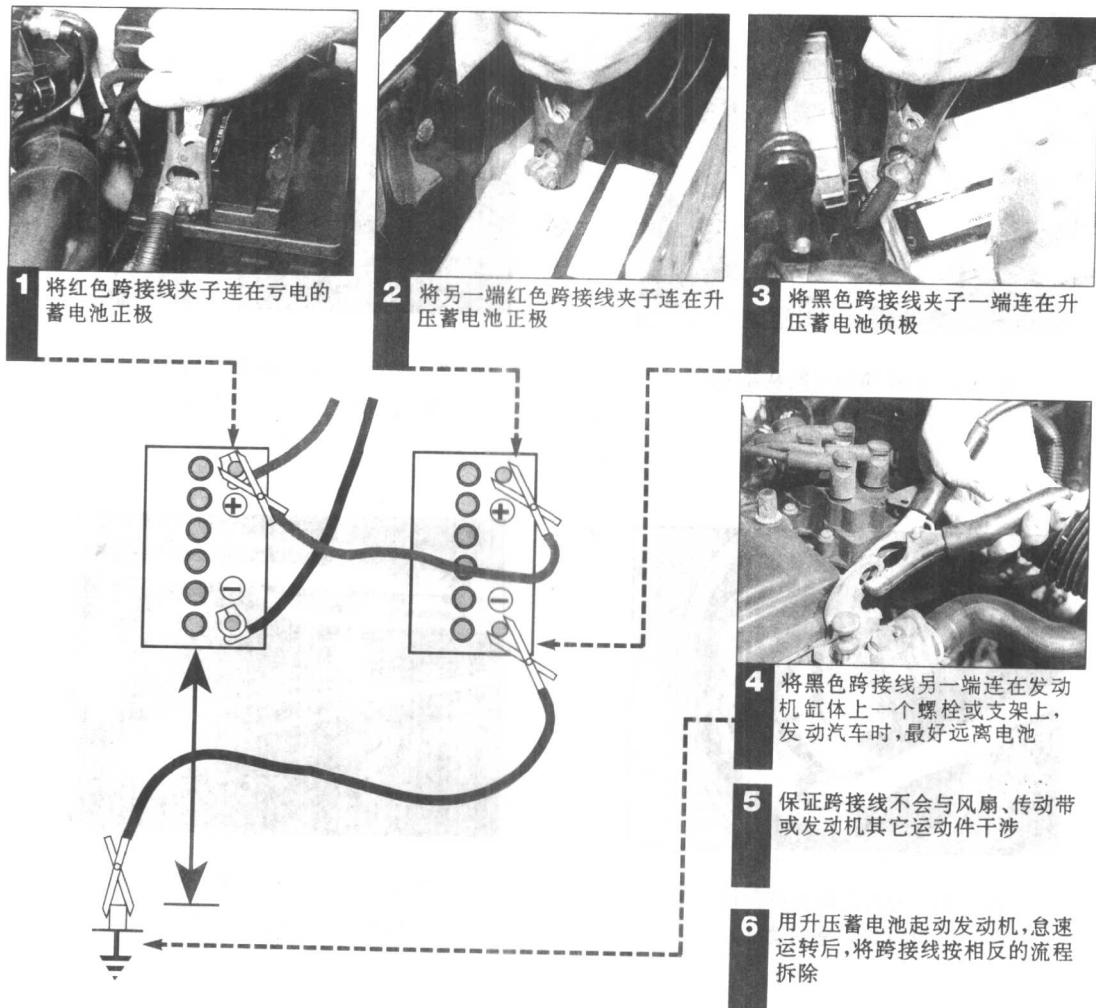

图 0-6 跨接起动流程图
- (1) 在连接蓄电池前，应确保点火开关关闭。
- (2) 确保所有的电气设备（灯光，加热器，刮水器等）的开关关闭。
- (3) 确保蓄电池和车上没电的蓄电池电压相同。
- (4) 如果是和另一辆汽车上的蓄电池跨接，不要让两辆车接触。
- (5) 保证变速器在空档（自动变速器在驻车档）跨接起动流程图见图0-6。